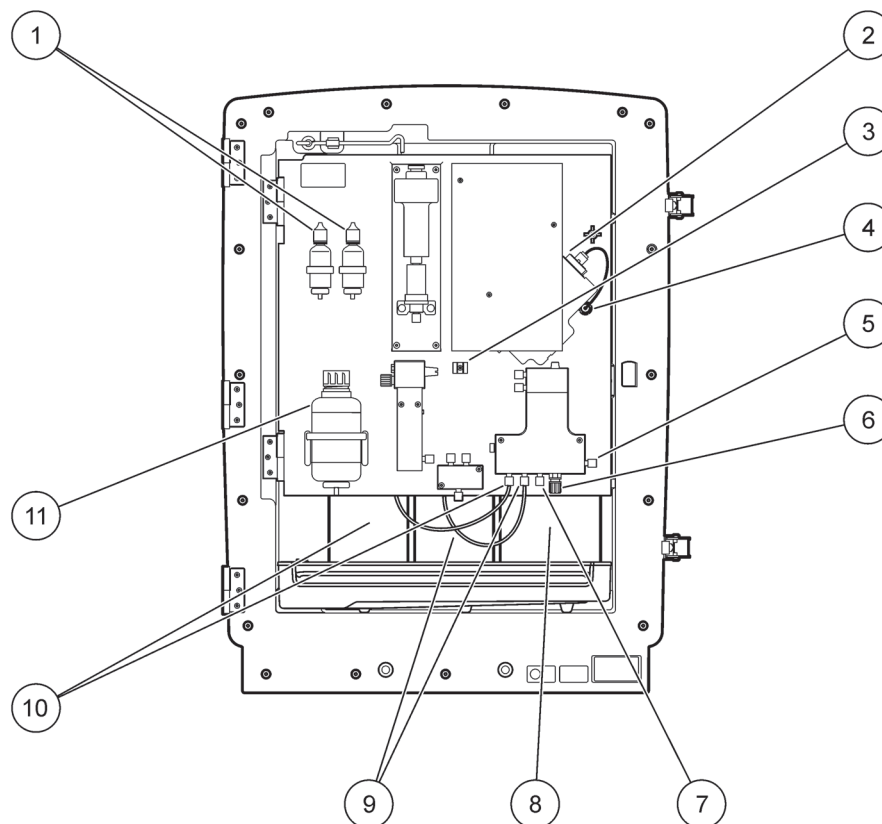

Figure 17 Produits chimiques et réactifs dans le AMTAX sc (voir Tableau 3 à la page 30 pour plus d'informations)
1. Placez les récipients de réactifs dans l'instrument (Figure 17 à la page 31).